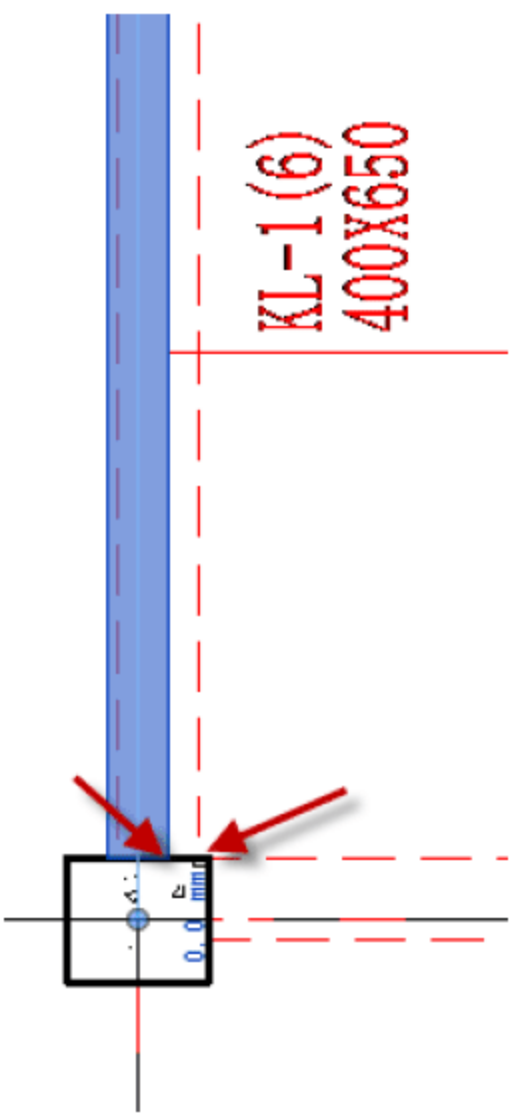

图 4.2.29 调整矩形梁的位置
(4) 调整矩形梁 KL-1 的位置，选中矩形梁 KL-1，按快捷键 M+V，移动矩形梁的位置，使其与梁线对齐，如图 4.2.29 所示。